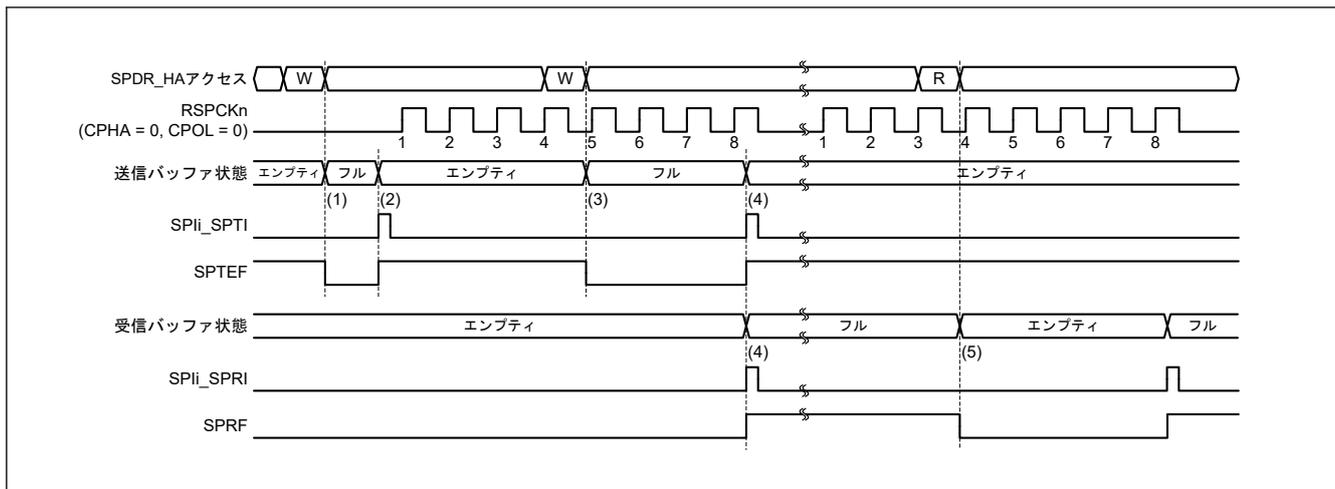
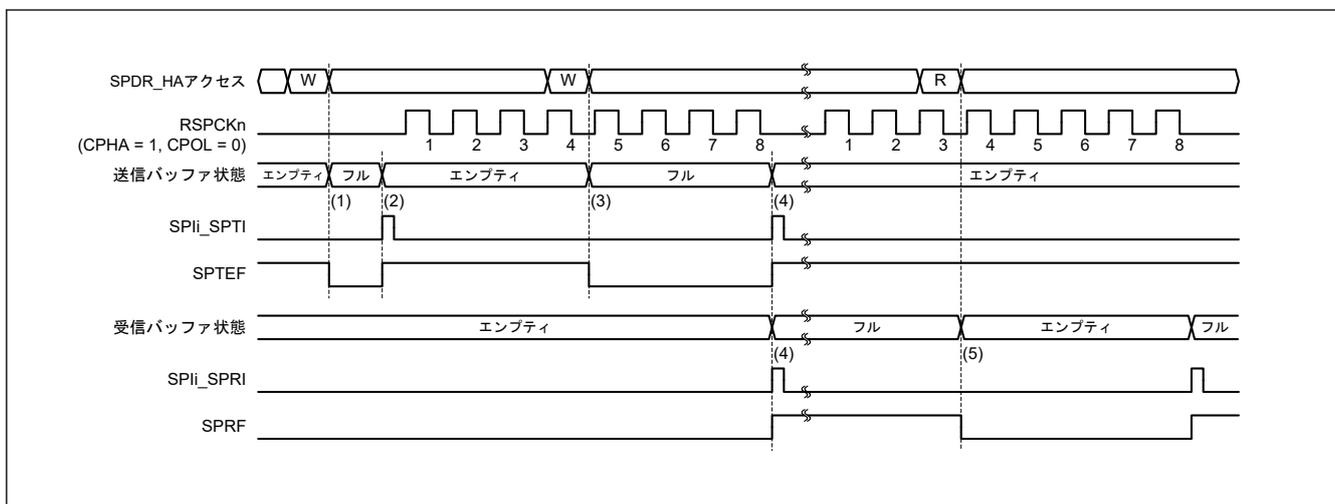

図 27.25 SPIi_SPTI、SPIi_SPRI 割り込みの動作例 (CPHA = 0、CPOL = 0)
図 27.26 SPIi_SPTI、SPIi_SPRI 割り込みの動作例 (CPHA = 1、CPOL = 0)
図 27.25 および 図 27.26 に、送信バッファエンプティ割り込み (SPi_i SPTI) と受信バッファフル割り込み (SPi_i SPRI) の動作例を示します。図 38.26 および 図 38.27 に記載した SPDR レジスタアクセスは、SPDR_HA レジスタへのアクセス状況を示しています。W は書き込みサイクル、R は読み出しサイクルを示しています。図 27.25 では、SPCR.TXMD ビットが 0、SPCMD0.CPHA ビットが 0、SPCMD0.CPOL ビットが 0 の設定で、SPI が 8 ビットのシリアル転送を実行しています。図 27.26 では、SPCR.TXMD ビットが 0、SPCMD0.CPHA ビットが 1、SPCMD0.CPOL ビットが 0 の設定で、SPI が 8 ビットのシリアル転送を実行しています。RSPCK_n 波形の下に記載した数字は、RSPCK サイクル数 (= 転送ビット数) を示しています。
以下に、図 27.25 および 図 27.26 の (1)~(5) での SPI の動作内容を説明します。